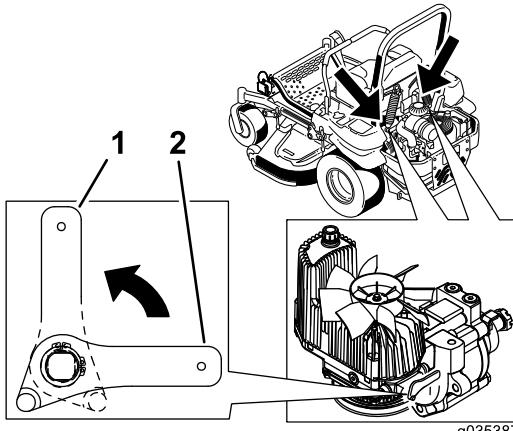

Figura 40
2. Rode as alavancas da válvula de liberação na posição vertical para empurrar a máquina (Figura 40).
| 4. Rode as alavancas da válvula de liberação horizontalmente para a máquina trabalhar (Figura 40). | |